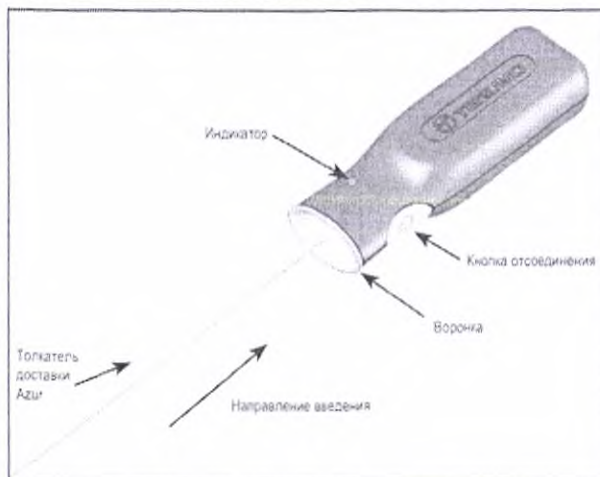

Рисунок 2 – Контроллер отсоединения Azur
13. Перед использованием устройства снимите проксимальный конец толкателя доставки из упаковочного материала. Будьте осторожны, чтобы избежать загрязнения этого конца толкателя доставки инородными веществами, такими как кровь или контрастное вещество. Прочно вставьте проксимальный конец толкателя доставки в воронкообразную часть контроллера доставки Azur. См. рисунок 2. Не нажимайте кнопку отсоединения в данный момент.
33. Подключите проксимальный конец толкателя доставки к контроллеру отсоединения Azur, плотно вставив проксимальный конец толкателя доставки в воронкообразную часть контроллера отсоединения Azur. См. рисунок 2.